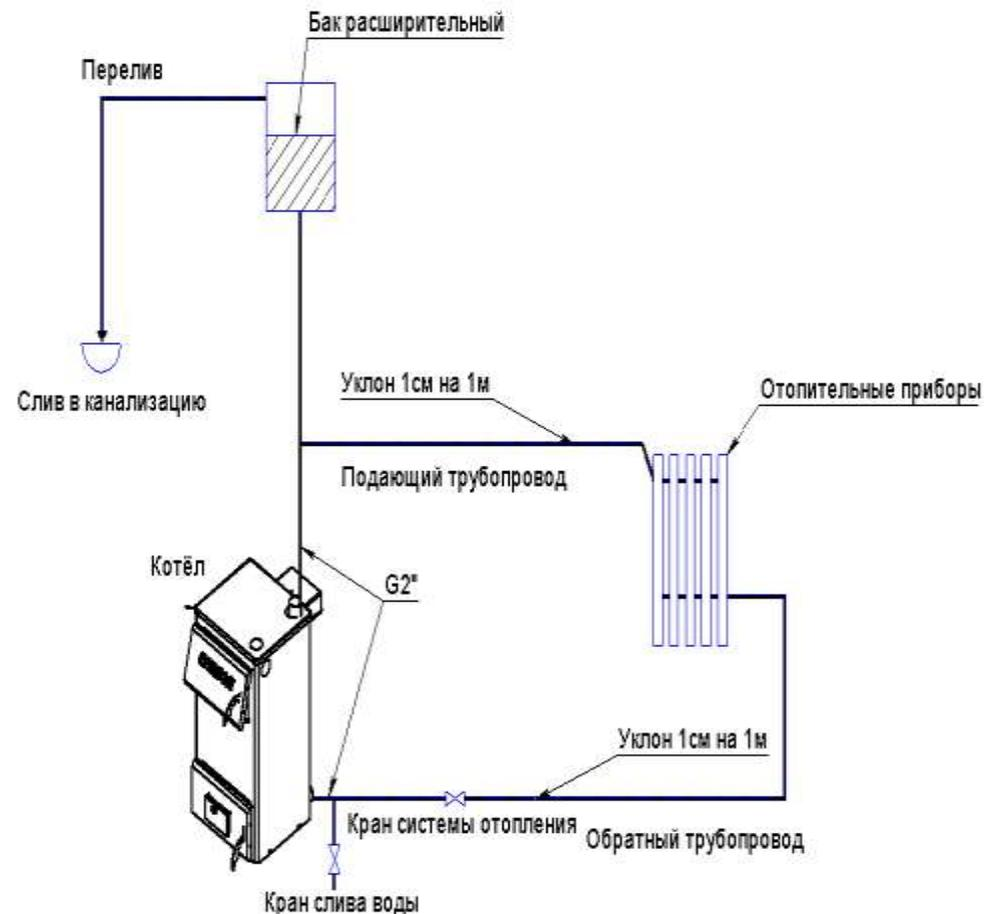

Рис.4 Схема открытой системы водяного отопления, применяется расширительный бак открытого типа.
6.11. Во время эксплуатации температура горячей воды в котле должна поддерживаться не выше 90°C. В случае, если в зимнее время требуется прекратить отопление на срок свыше суток, необходимо полностью удалить воду из системы через кран слива воды (рис.4;5) во избежание размораживания системы.
6.10. При эксплуатации котла уровень воды в расширительном баке (рис.4) не должен опускаться ниже 1/4 его высоты.
5.13. Для полного слива воды из системы в самой нижней ее точке установить кран слива воды (рис.4;5),
5.14. Перед началом эксплуатации система заполняется водой через кран слива воды (рис.4;5) снизу вверх, до начала перелива из расширительного бачка. Долив системы водой возможен через воронку расширительного бачка.
5.4. Для лучшей циркуляции воды в отопительной системе рекомендуется устанавливать котёл ниже относительно радиаторов отопления (см. рис.4;5).
5.9. Рекомендуемая схема подсоединения котла к отопительной системе приведена на (Рис.4;5). Стойки устанавливать вертикально. Горизонтальные трубопроводы прокладывать с уклоном по направлению движения воды (сверху вниз). Величина уклона должна быть не менее 10 мм на одном погонном метре разводящей или сборной магистрали. Уклоны ответвлений к нагревательным приборам – не менее 10 мм на всю длину проводки.
5.11. Расширительный бачок (рис.4) устанавливается в наивысшей точке системы. Он должен иметь **постоянно открытое заливное отверстие в верхней части** и переливную линию на верхней боковой поверхности, для слива излишней воды из системы в канализацию